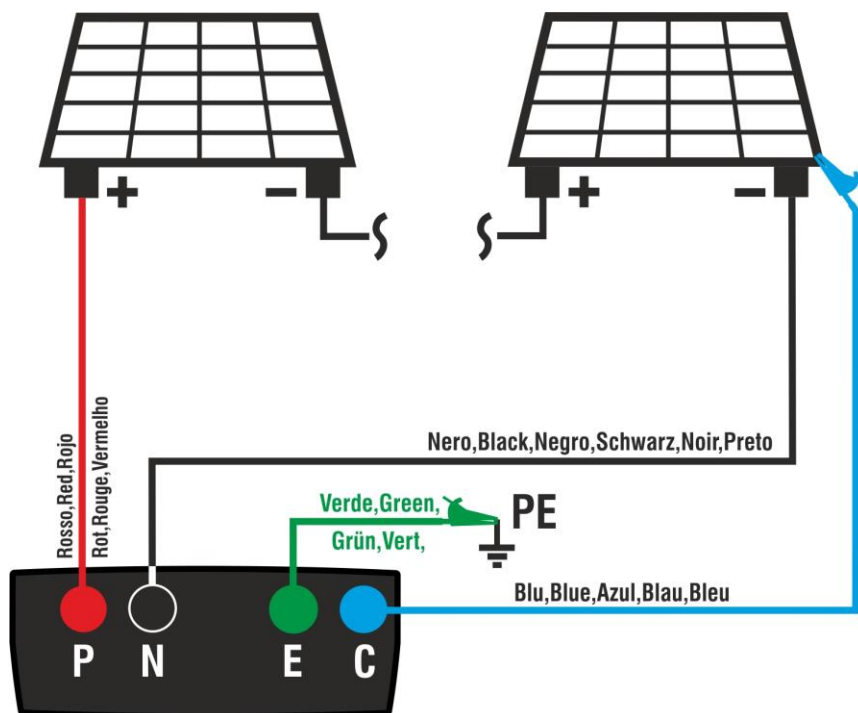

Fig. 10: Collegamento per test IVCK senza unità remota
5. Collegare lo strumento al modulo/stringa in prova ed eventualmente al nodo principale di terra dell'impianto e alle masse metalliche messe a terra come mostrato in Fig. 10. In particolare, collegare il polo Negativo in uscita dal modulo/stringa al terminale N e il polo Positivo in uscita dal modulo/stringa al terminale P